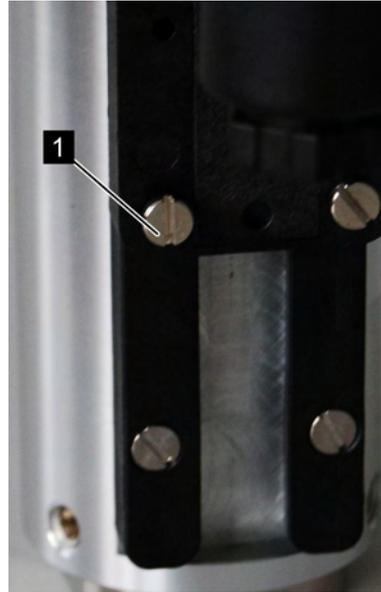

Abb. 31: Feststellschrauben lösen
2. → Die Feststellschrauben des Schaltkontaktes (Abb. 31/1) mit einem Schlitzschraubendreher lösen
6. ▶ Feststellschrauben des Schaltkontaktes (Abb. 31/1) mit einem Schlitzschraubendreher wieder anziehen. Dabei Schrauben-Anziehdrehmoment beachten.